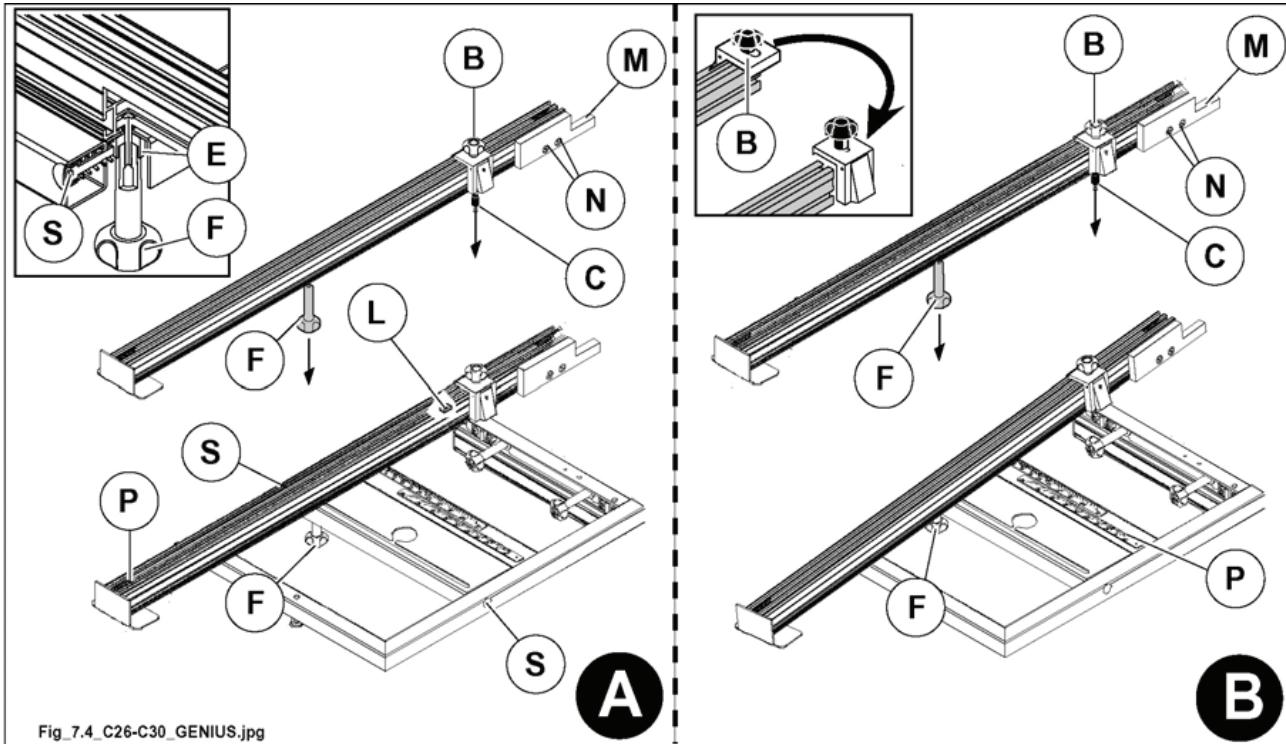

Рис. 7.4
- Расположить линейку, переместив штырь С (рис. 7.4) вплотную к планке L (рис. 7.4). Положение планки L (рис. 7.4) было отрегулировано на заводе-изготовителе. Планка служит для быстрой установки линейки на правильном расстоянии от пилы (только в положении 90°).
- Расположить линейку, переместив штырь Е (рис. 7.4) вплотную к приспособлению S (рис. 7.4).
- Затянуть барабашковый фиксатор F (рис. 7.4).
- Для работы переместить линейку в требуемое положение, ориентируясь по шкале Р (рис. 7.4).
Когда противоскольжная пластина M (рис. 7.4) износится, ее следует приблизить к пиле, ослабив пару винтов N (рис. 7.4).
Линейка снабжена упорами В (рис. 7.4). Их можно легко переставлять между двумя возможными рабочими положениями: положение для базирования заготовки по переднему краю или по заднему краю. Для этого следует снять упоры с линейки и надеть их обратной стороной.